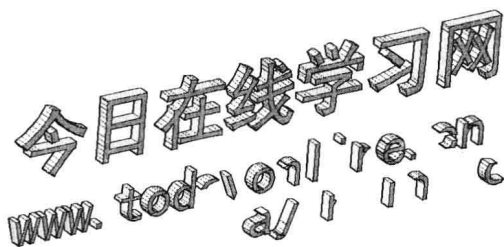

图 9-1-7
(9) 并集运算之后的汉字实体是一个独立的对象，而没有并集运算的英文字曲线拉伸的实体是多个对象，可以自由移动其组件，如图 9-1-7 所示。